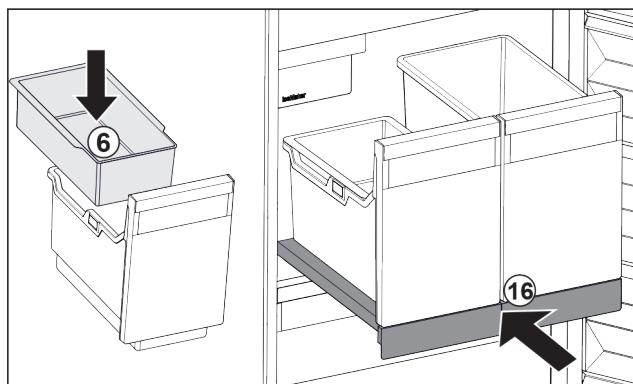

Fig. 101
- Вставьте навесной лоток Fig. 101 (6) для кубиков льда.
- Вставьте выдвижную панель с контейнером (IceTower). Fig. 101 (16)